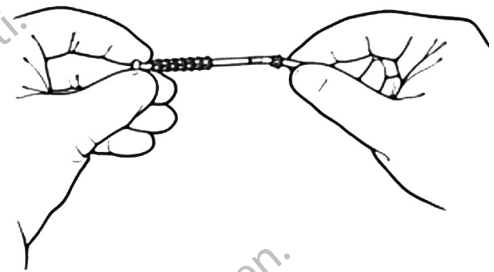

Figura 4-31. Glisați colierul
2. Glisați colierul de inele pe tub, asigurându-vă de faptul că dinții colierului de inele sunt orientați către capătul tubului. (Figura 4-31)